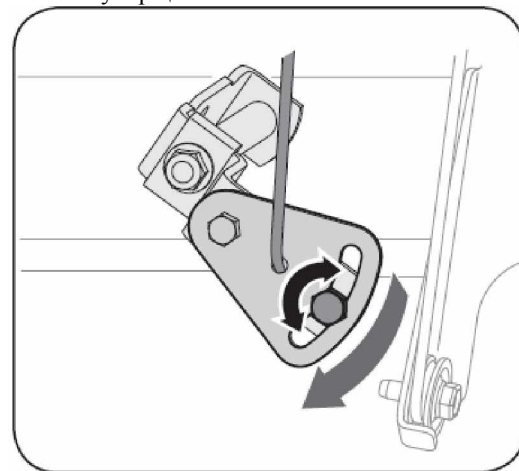

Рис. 14.
Если при выборе скорости не получается установить рычаг во все доступные положения, см. Рис. 14 и произведите регулировку в соответствии с рекомендациями:
2. Ослабьте шестигранную гайку на регулировочном кронштейне. См. Рис. 14.